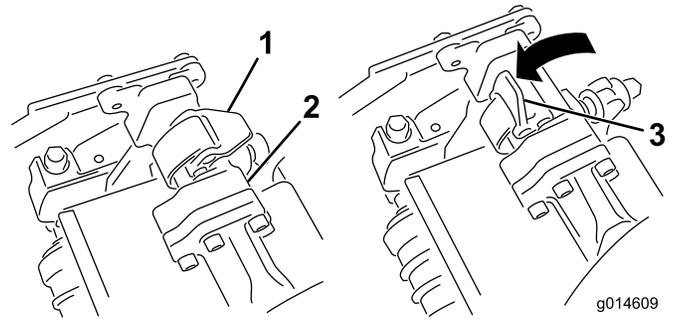
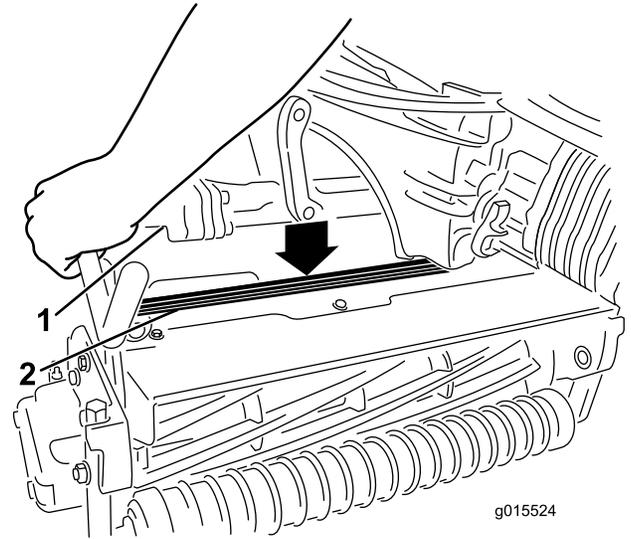

图12
图13
9. 当悬挂臂架上的门锁指向上方 (即打开) 时 (图12), 向下压悬挂臂, 使悬挂臂架与滚刀组上方的支架相契合 (图13)。
10. 向下并绕着滚刀组架关闭门锁, 将它们锁定到位 (图12)。